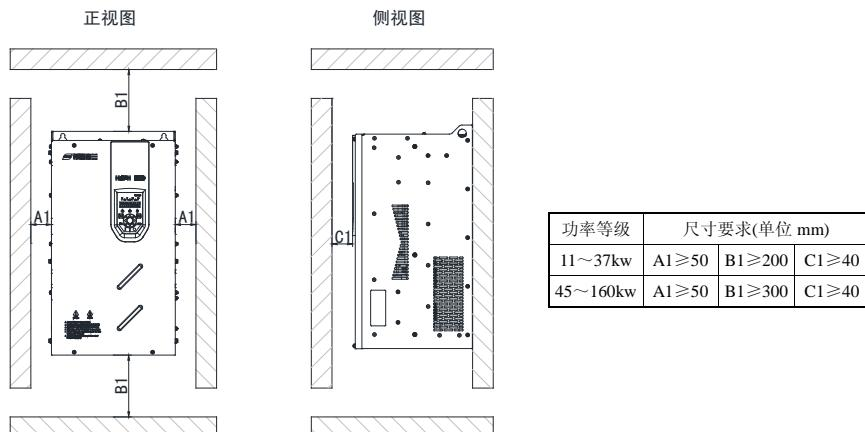

图 3-2 单台机器(HOPE510G11T4~HOPE510G160T4)安装间隔
- 安装空间要求如图 3-2 所示，需保证变频器有足够的散热空间，预留空间时请考虑柜内其它器件的散热情况；